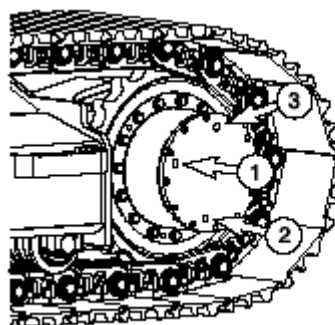

Рисунок 48
2. Поверните гусеницу так, чтобы заглушки (1 – 3, Рисунок 48) находились в положении, показанном на рисунке.
3. Слегка ослабьте заливную пробку (3, Рисунок 48), чтобы вышел сжатый воздух.
4. Вытащите контрольную пробку уровня масла (1, Рисунок 48).
6. При необходимости добавьте масло через отверстие заливной пробки (3, Рисунок 48).
7. Очистите и установите пробку проверки уровня и заливную пробку (1 и 3, Рисунок 48).